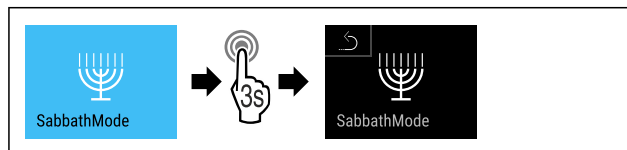

Fig. 14
- ▶ Stappen (zie Fig. 14) uitvoeren.